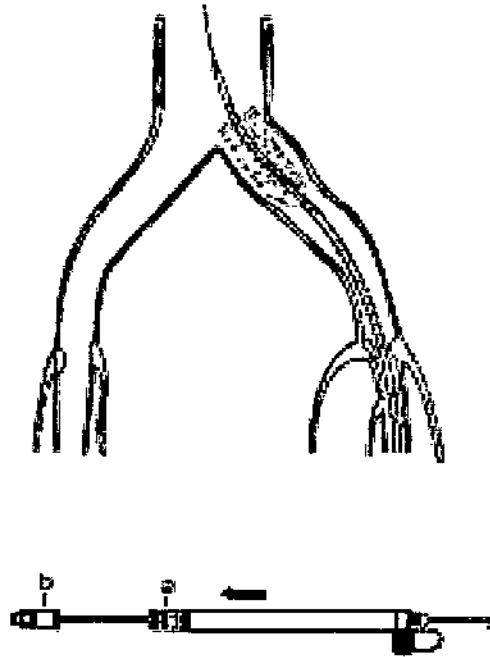

Fig. 7
5. Durante el despliegue, siga deslizando el mango (a) hacia el conector (b) con un movimiento lento, suave y continuo. (Fig. 7)